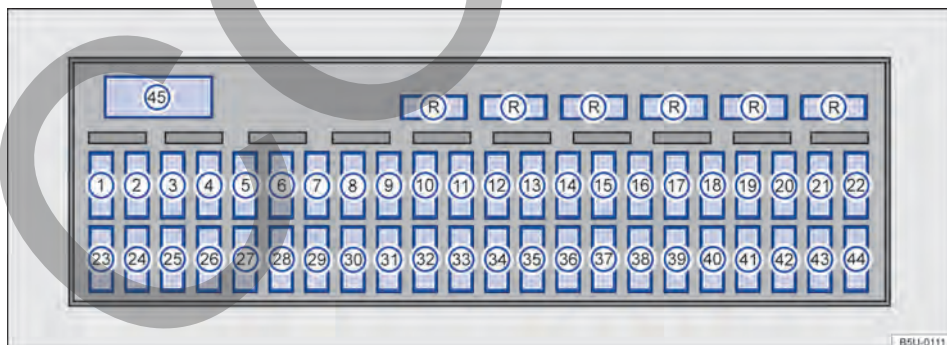

Fig. 195 Caja de fusibles.
Volkswagen recomienda mantener siempre en el vehículo algunos fusibles de reserva, los cuales pueden colocarse en la parte superior de la caja de fusibles → fig. 195 (R) (como, por ejemplo, fu-